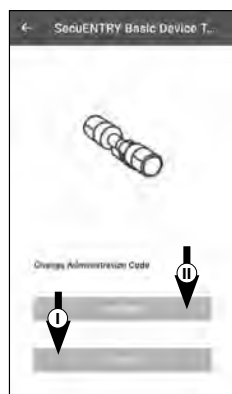

Abb. 14
12 Sie erhalten einen Hinweis, dass Sie Ihren Administratorcode ändern können. Da Sie bei Auslieferung bereits einen zufallsgenerierten Administratorcode erhalten haben, ist dieser Schritt nur optional. Sie können ihn mit „SKIP“ überspringen (I), (Abb. 14).
13 Alternativ, sollten Sie den Administratorcode bei der Einrichtung sofort ändern wollen, tippen Sie bei der entsprechenden Anfrage auf „CONTINUE“ (II) (Abb. 14). Sie gelangen dann direkt in die Funktion „Administratorcode ändern“, welches auch im Folgekapitel auf Seite 4 beschrieben wird, an den Punkt 5.